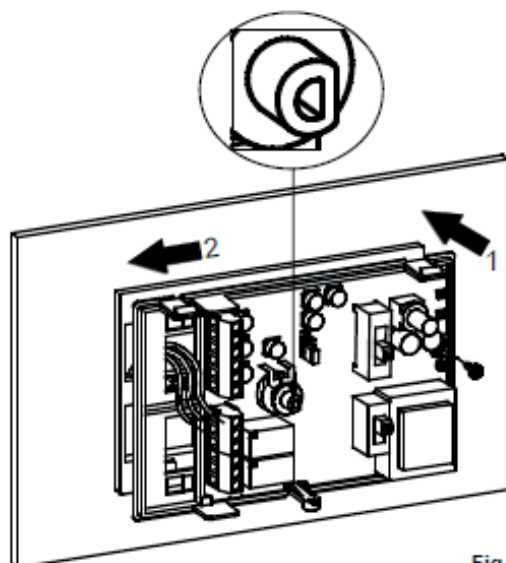

Fig. 7
- 6 - Agganciare la base del termostato alla piastra a muro (facendo passare i fili tramite le aperture rettangolari) facendo dapprima coincidere i fori della base con gli appositi dentini della piastra a muro e successivamente esercitare sulla base una pressione verso il lato sinistro fino a far scattare i dentini plastici della piastra (Fig. 7).